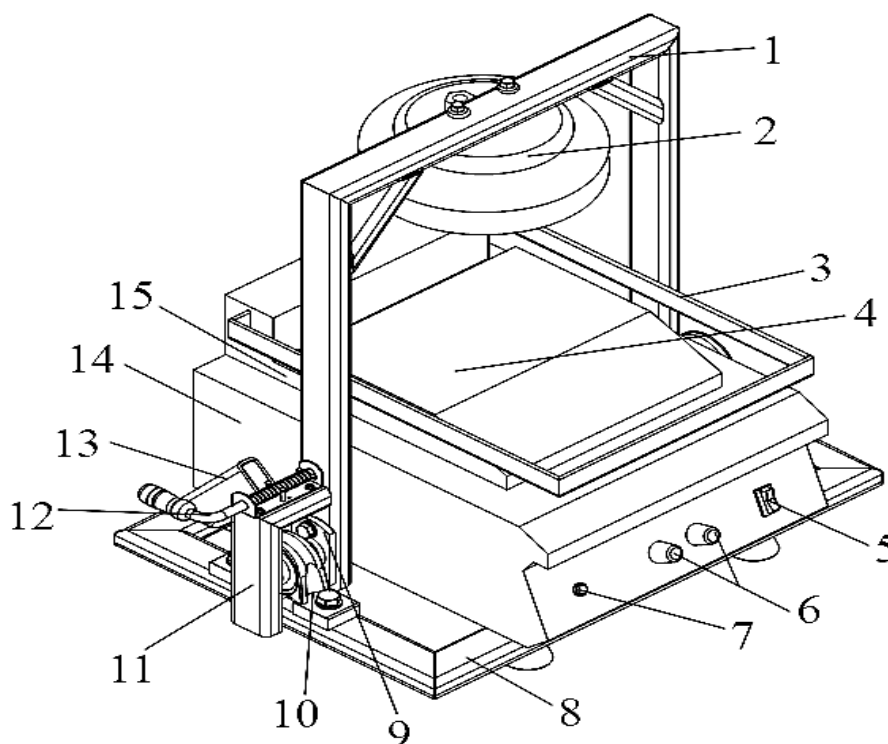

Рис. 6.1. Конструктивна модель апарата для кондуктивного сушіння м'яса:
3.1. Підготувати установку (рис. 6.1).